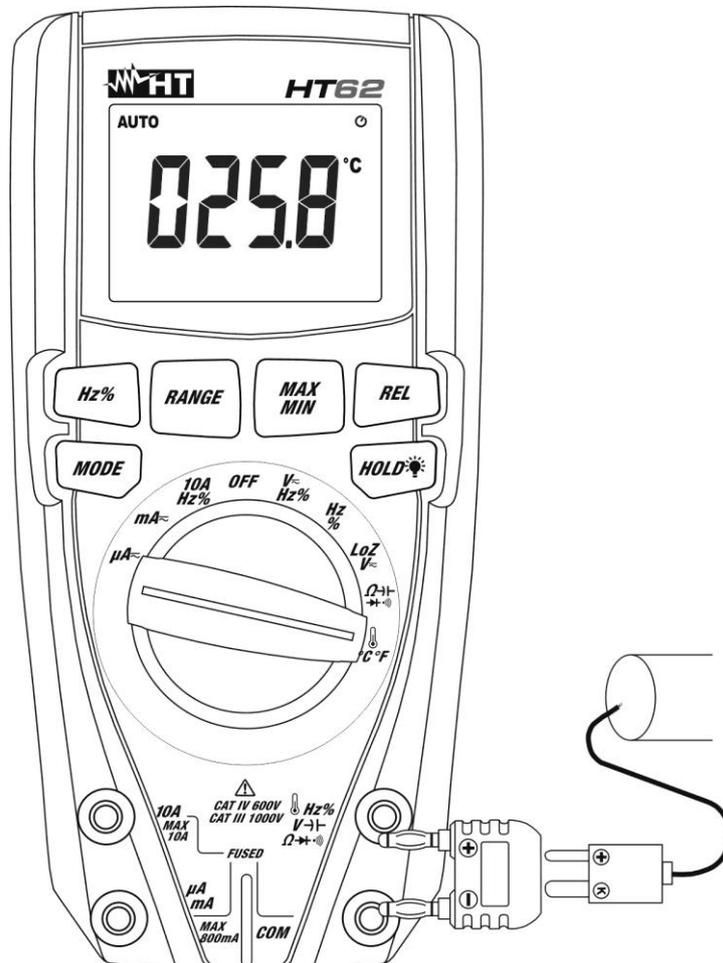

Fig. 9: Uso dello strumento per misura di Temperatura
3. Inserire l’adattatore in dotazione nei terminali di ingresso $\text{Hz}\%V\text{-}\Omega\text{-}\rightarrow\text{+}$) (polarità +) e **COM** (polarità -) (vedere Fig. 9)